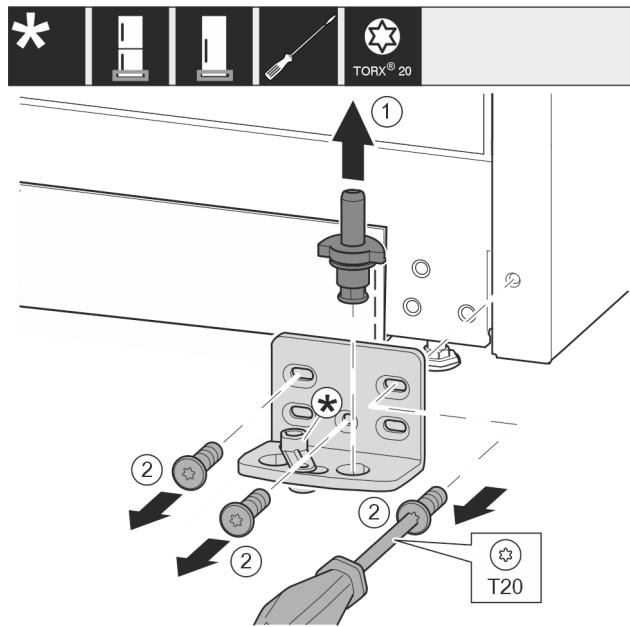

Fig. 10
- Опорний гвинт цілком витягніть рухом вгору. Fig. 10 (1)
- Викрутіть гвинти за допомогою викрутки T20 та зніміть опорний кронштейн. Fig. 10 (2)